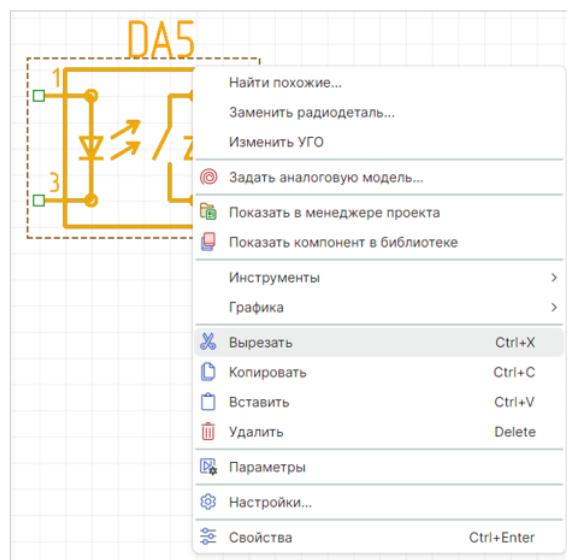

Рис. 211 Инструмент «Вырезать»
2. Вызовите контекстное меню и выберите пункт «Вырезать» или воспользуйтесь сочетанием клавиш «Ctrl+X», см. Рис. 211.